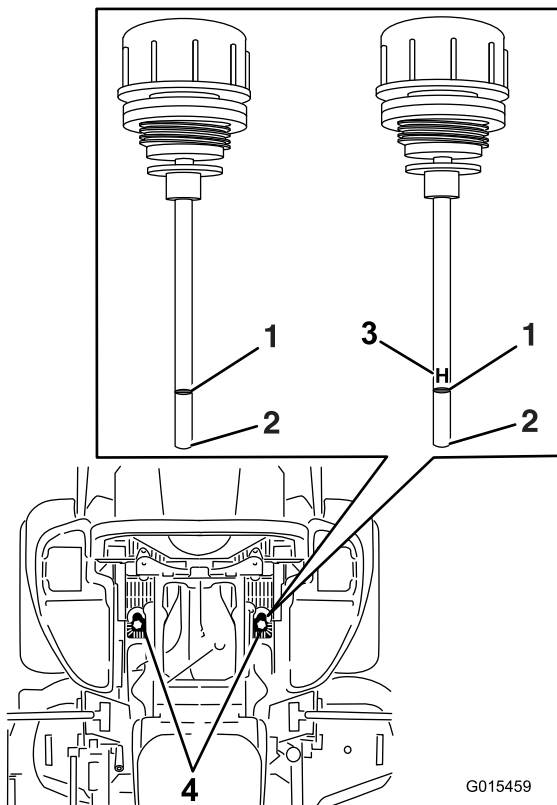

Figure 81
6. Nettoyez la surface autour des jauges des réservoirs du système hydraulique (Figure 81).
7. Sortez une jauge du réservoir hydraulique (Figure 81).
9. Ressortez la jauge et examinez l'extrémité (Figure 81).
**Remarque:** Si le niveau de liquide est au repère minimum, versez lentement la quantité de liquide qui convient dans le réservoir hydraulique pour faire monter le niveau jusqu'au repère maximum (H).